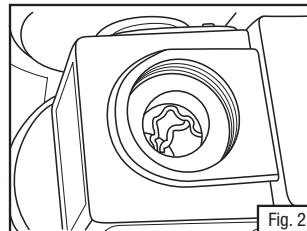

Fig. 2
3. Asegúrese que el inserto de la entrada de aire esté colocado dentro de cada una de las tres entradas de aire de hule en la unidad Turbo y que las roscas y superficies de sello no estén sucias (Fig. 2).